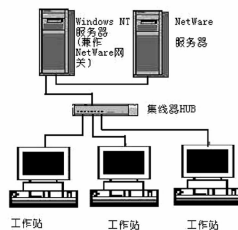

图 2
NetWare的用户通过网关访问NetWare服务器时, Windows NT Server 把它当做NT域中的成员来对待; ④ 占用Windows NT Server 服务器资源较大。当工作站通过网关访问NetWare服务器上的资源时, 其速度要比单纯访问NetWare服务器时要慢, 并且当多个工作站频繁访问NetWare服务器时, 其网络速度将急剧下降。有网关集成结构见图2。